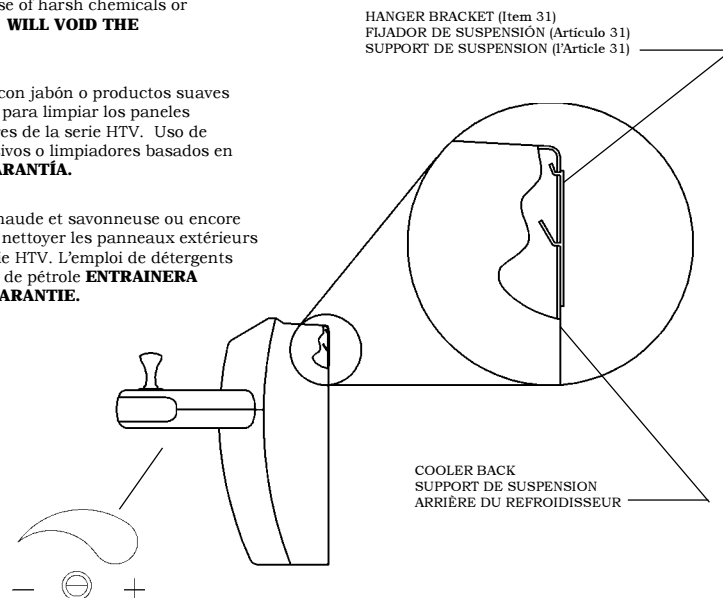

Fig. 3
- 1) Remove the hanger bracket fastened to back of the cooler by removing one (1) screw.
- 2) Mount the hanger bracket as shown in Fig. 2 & Fig 3.
- 3) Hang the cooler on the hanger bracket. Be certain the hanger bracket is engaged properly in the slots on the cooler back as shown in Figure 3.
- 9) Stream height is factory set at 35 PSI. If supply pressure varies greatly from this, adjust screw located under dispenser bottom (Item 36). See Fig. 3. CW adjustment will raise stream and CCW adjustment will lower stream. For best adjustment, stream should be 1 1/2" above bubbler hood. (See Fig. 9)
- 1) Quita gancho paréntesis abrochó para apoyar de más fresco quitando uno (1) tornillo.
- 2) Monta el paréntesis de gancho como mostrado en la Fig 2. & Fig 3.
- 9) La altura de la corriente es el conjunto de la fábrica en 35 PSI. Si la presión del suministro varía magníficamente de esto, ajusta el tornillo localizado bajo el fondo de dispenser (Artículo 36). Vea Fig. 3. El ajuste de CW levantará la corriente y el ajuste de CCW bajará la corriente. Para mejor ajuste, la corriente debe ser 1 1/2" encima de capucha de bubbler. (Vea Fig. 9)
- 1) Enlève le crochet de cintre a attaché pour soutenir de plus frais en enlevant celui (1) la vis.
- 2) Monter le crochet de cintre selon la Fig 2 & Fig 3.
- 3) Accrochez le refroidisseur au support de suspension. Vérifiez que le support de suspension est correctement inséré dans les fentes situées au dos du refroidisseur comme indiqué sur la Figure 3.
- 9) La hauteur de ruisseau est la série d'usine à 35 PSI. Si la pression de provision varie fort de ceci, ajuster la vis localisée sous le fond de distributeur (l'Article 36). Voir la fig. 3. L'ajustement de CW élèvera l'ajustement de ruisseau et CCW abaissera le ruisseau. Pour le meilleur ajustement, le ruisseau devrait être 1 1/2" au dessus du capuchon de bubbler. (Voir la fig. 9)